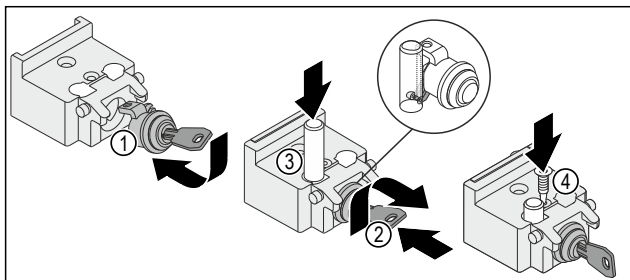

Fig. 16
- ▶ Установите замок Fig. 16 (1).
- ▶ Вставьте ключ Fig. 16 (2) и поверните его.
- ▶ Установите палец Fig. 16 (3).
- ▶ Вкрутите винт Fig. 16 (4).